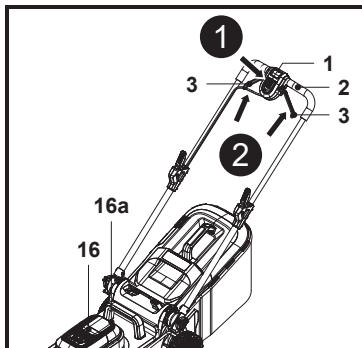

Fig. 17
1. Levante la tapa magnética (15c) y abra la tapa del compartimento de la batería (15); a continuación, inserte por completo la batería (24).
2. Cierre la tapa del compartimento de la batería (15) con cuidado.
- Colóquese detrás de la empuñadura de agarre (2).
- Mientras mantiene pulsado el interruptor de seguridad (1), tire de las palancas de arranque (3) hacia la empuñadura de agarre (2) y manténgalas en esa posición (Fig. 17, pasos 1 y 2).
- Una vez que el cortacésped haya arrancado, suelte el interruptor de seguridad (1).
- La capacidad real de la batería aparecerá en la pantalla de la batería (16a) en la parte posterior de la tapa del motor (16).